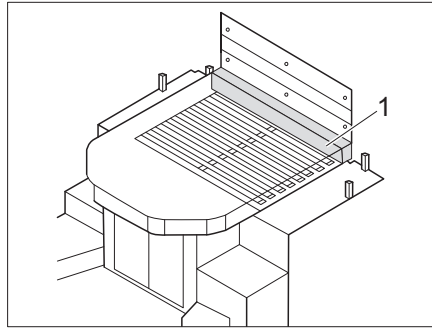

Fig. 173 Prolunga del letto - Variante 1
- Collocare il materasso aggiuntivo (Fig. 173,1) sulla testata del letto centrale.